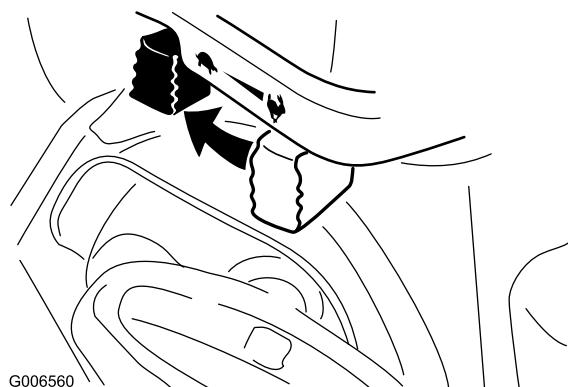

Рисунок 26
- Передвиньте дроссельный кран в положение Slow (Медленно), а затем в положение Stop (Стоп) (Рисунок 26).